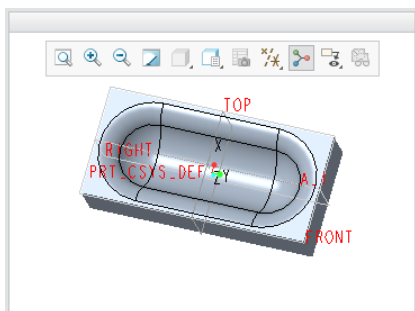

图 2-28 在单独窗口中显示凹模模型
(4) 在功能区“凹模”选项卡中单击  (使用坐标系放置) 按钮和  (从属复制) 按钮, 即把凹模放置选项设置为  (使用坐标系放置), 将成型复制选项设置为  (从属复制)。
(5) 在功能区“凹模”选项卡中增加选中  (指定约束时在单独的窗口中显示元件) 按钮, 此时系统弹出一个单独的小窗口用于显示所选的凹模模型 (元件), 如图 2-28 所示。
(6) 在已有钣金件上指定凹模的放置参考。在本例中, 在已有钣金件的正顶面单击以指